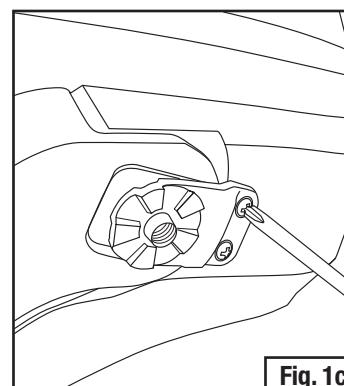

Fig. 1c
- Desaparafusar e remover os suportes de girar de cada lado da cobertura facial, usando uma chave de fenda Phillips manual apropriadamente dimensionada (Fig. 1c). (Não é necessário para novas instalações em capacetes existentes.)